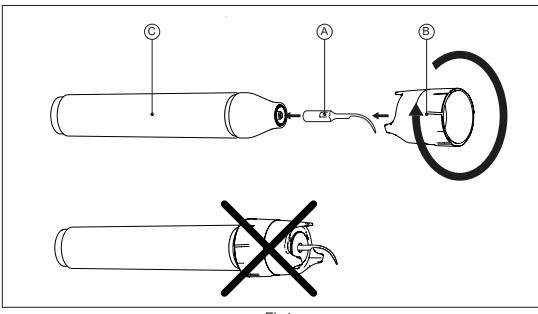

Fig.1
Reportez-vous à la Fig. 1
2. Insérez l'insert piézoélectrique dans la clé dynamométrique, comme illustré à la figure 1;
1.1 ATTENTION : Ne saisissez pas la pièce à main par l'extrémité et/ou le cordon, mais uniquement par le corps (Figure 1 - Réf. C). Ne faites pas pivoter le corps pendant la fixation de l'insert piézoélectrique. Saisissez fermement le corps de la pièce à main et tournez uniquement la clé dynamométrique.